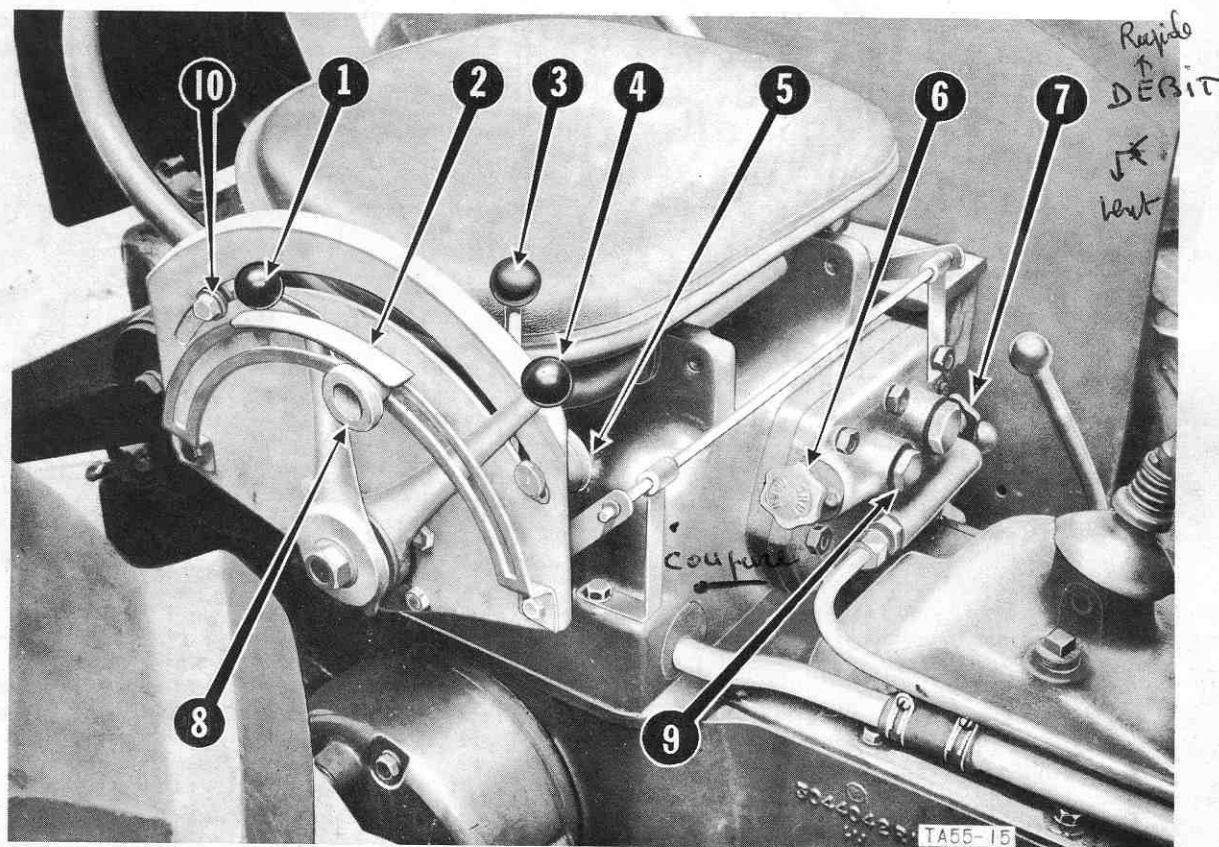
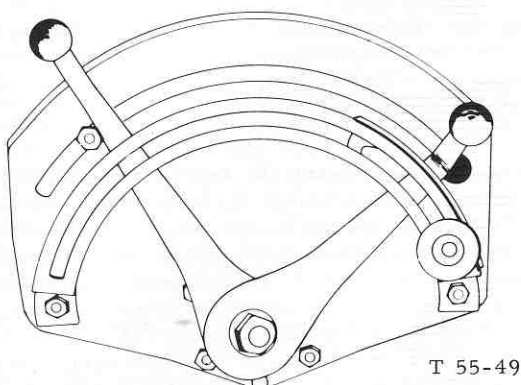

Fig. 15 - Commandes du système hydraulique "Vary-Touch"
Fig. 16 - Utilisation du contrôle de position
Toutes ces commandes sont d'un accès facile pour le conducteur (fig. 15).
Ce levier ("4", fig.15) commande le relevage et l'abaissement de l'attelage 3-points. Poussez-le vers l'avant pour abaisser et tirez-le vers l'arrière pour relever.
1. Placez le levier de modulation de traction "1", fig.15 sur sa position la plus avancée.
2. Tirez le levier de contrôle de position en arrière contre sa butée de position haute extrême "10", fig.15. La figure 16 montre la position des deux leviers.
a) Desserrez la vis du secteur de modulation de traction ("8", fig.15). Ceci permettra la libre course du levier de modulation de traction.
b) Déplacez vers l'avant du secteur la vis de butée de position ("5", fig.15) et verrouillez-la à l'aide du bouton moleté.
e) Une fois obtenu le réglage désiré, réglez le secteur ("2", fig.15), de manière que le levier se trouve à mi-course et verrouillez-le avec le bouton moleté. Ceci réservera une gamme de travail au levier de modulation de traction, pour laquelle des modifications de profondeur pourront être obtenues en fonction des accidents du terrain.
Une manette de contrôle de débit à deux voies (7, fig. 15) est prévue pour régler le débit allant de la pompe au système hydraulique.
Ce clapet (6, fig. 15) est prévu pour arrêter le fonctionnement de l'attelage 3-points lorsque des relevages extérieurs sont utilisés. Il devra également être employé avec des instruments portés. En fermant le clapet (sens des aiguilles d'une montre), le circuit est interrompu et empêche ainsi l'abaissement d'un instrument par une manœuvre inconsidérée du levier de contrôle de position. LE CLAPET DOIT ÊTRE TOUJOURS OUVERT OU FERMÉ A FOND.
Poussez à fond vers l'avant le levier de modulation de traction et placez le levier de contrôle de position sur la position de "retenue". Faites fonctionner le levier de commande de la valve auxiliaire (3, fig. 15) en le levant pour relever et en le repoussant vers le bas pour abaisser.
Pour manœuvrer, poussez le levier (3, fig. 15) vers l'avant pour abaisser et tirez-le vers l'arrière pour relever. Une fois relâché, il reviendra automatiquement en position de retenue.